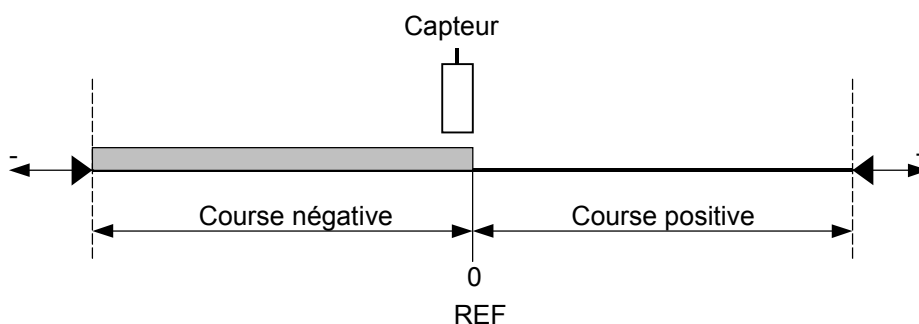

Figure 3-1 : Courses et prise de référence
Le contact de référence doit être actif en permanence sur l'une des courses afin de signaler à la commande de quel côté se situe la coulisse (voir Figure 3-1)
- Si la course est uniquement positive (STROKE - = 0), seuls les points dont les coordonnées dans le référentiel initial sont positives seront accessibles, voir Figure 3-1. Le sens de prise de référence tient compte du signe de la vitesse de prise de référence introduite par le menu de configuration.